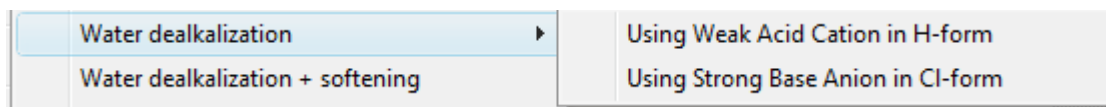

Figura 5.7: Menú desplegable de "Water dealkalization"
- “Water dealkalization”: Desalcalinización del agua. Dentro de ésta opción hay otras dos (figura 5.7): “Silica & “Using Weak Acid Cation in H-form”, usar un catión ácido débil en forma de H y “Using Strong Base Anion in Cl-form”, usar un anión de base fuerte en forma de Cl.